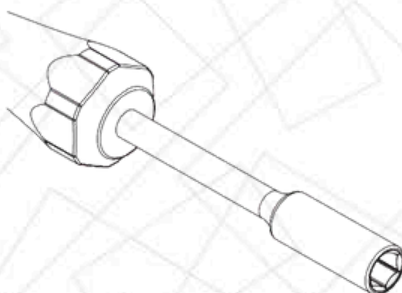
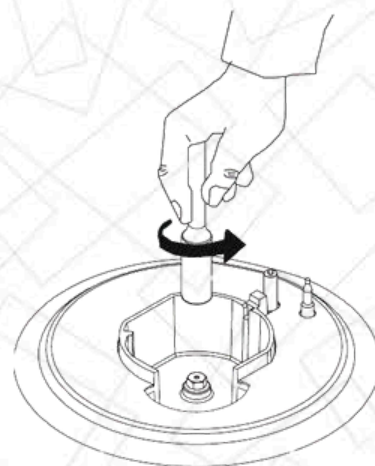

Figura 2
Figura 3
2. Utilizzando una chiave a tubo da 7 mm, come mostrato in Figura 2, svitare e rimuovere l'iniettore ruotandolo (vedere Figura 3).